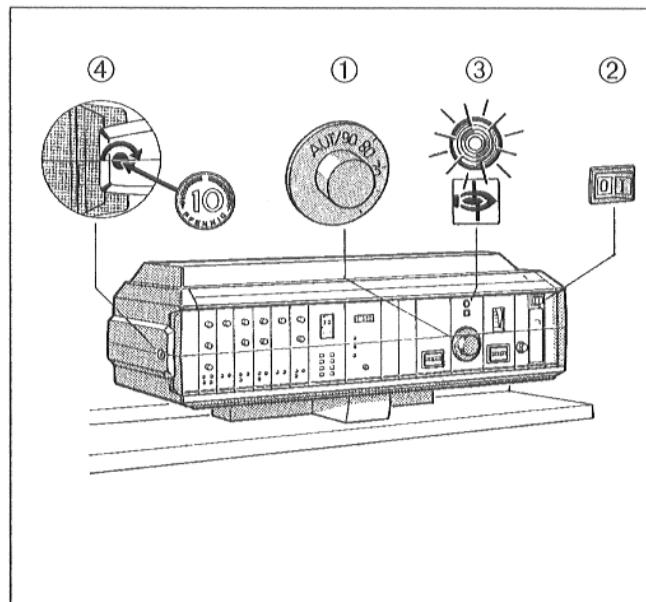

Рис. 1 – HS 3320
- Шлиц винта ④ прозрачной крышки устройства регулирования установить в горизонтальное положение (например, с помощью монеты – Рис. 1).
- Снять прозрачную крышку, подав ее по направлению вперед (Рис. 1).
- Задействовать переключатель "Работа" ② установив его в положение I (ВКЛ).
- Настроить регулятор температуры воды подающей линии котла ① на желаемое значение температуры.
- Установить обратно прозрачную крышку (Рис. 1).
- Шлиц винта ④ справа и слева на прозрачной крышке устройства регулирования перевести в горизонтальное положение (для этого использовать, например, монету – Рис. 1).
- Снять прозрачную крышку, подав ее вперед (Рис. 1).
- Установить переключатель "Работа" ② в положение 0 (Выкл).